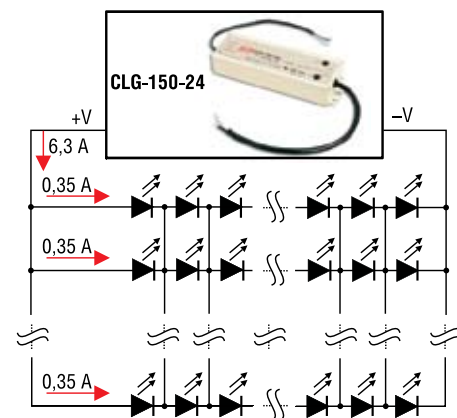

Рис. 6. Непосредственное подключение матрицы светодиодов к источнику питания CLG-150-24
В области А источник питания ведет себя как стабилизатор напряжения (CV), в области В — как стабилизатор тока (CC). В области С происходит срабатывание защиты от перегрузки. Для перевода в режим CC (область В) необходимо рассчитать нагрузку источника питания. Рассмотрим пример подключения матрицы светодиодов к источнику питания **CLG-150-24** непосредственно, без выравнивающих токи ветвей резисторов и без ИС драйвера (рис. 6).